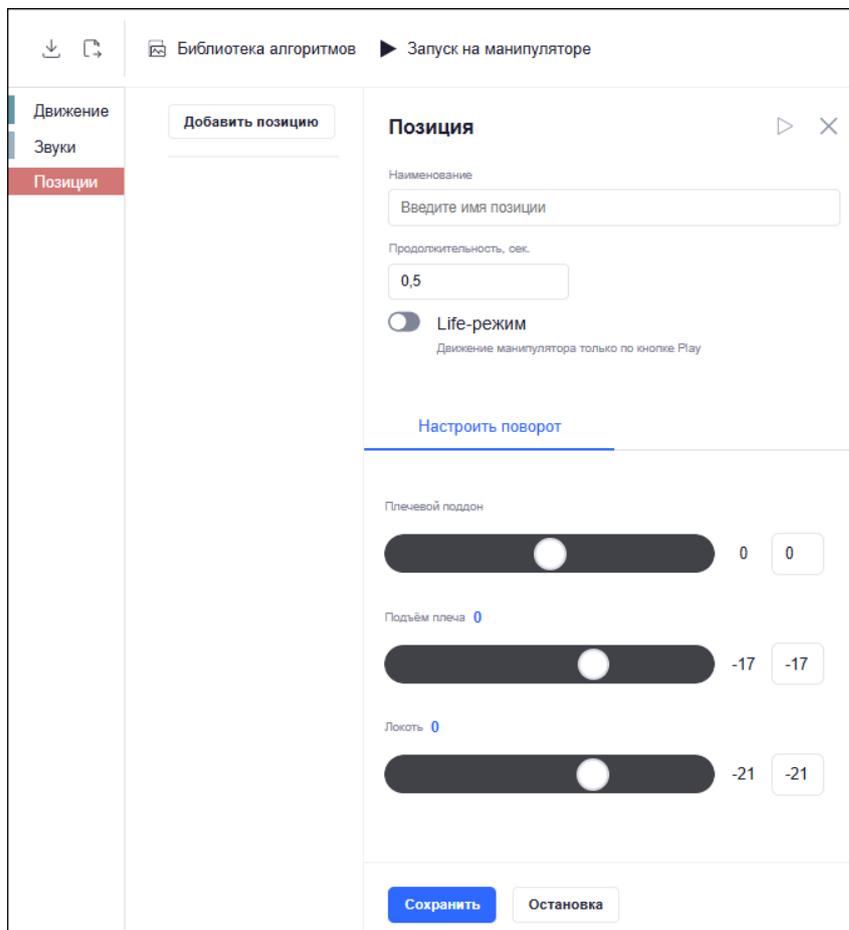

Рисунок 31 – Раздел «Позиции»
- Раздел «Позиции» содержит кнопку «Добавит позицию», при нажатии на которую открывается форма для создания позиции манипулятора. Форма содержит (Рисунок 31):